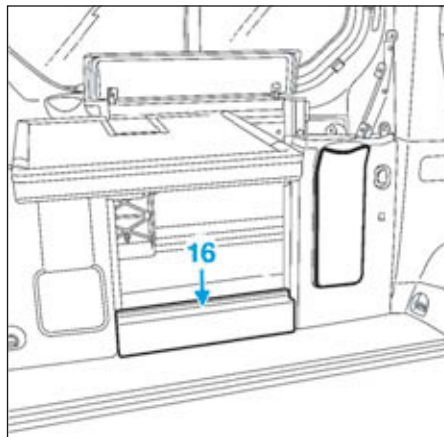

FIG.53
- la garniture inférieure (16) (Fig.53),